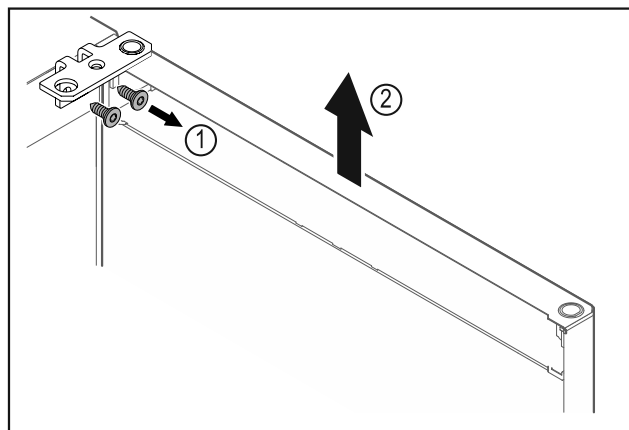

Fig. 9
- ▶ Skru hængselvinklen Fig. 9 (1) af.
- ▶ Løft døren og hængselvinklen Fig. 9 (2) ca. 200 mm lige op, og tag dem af.